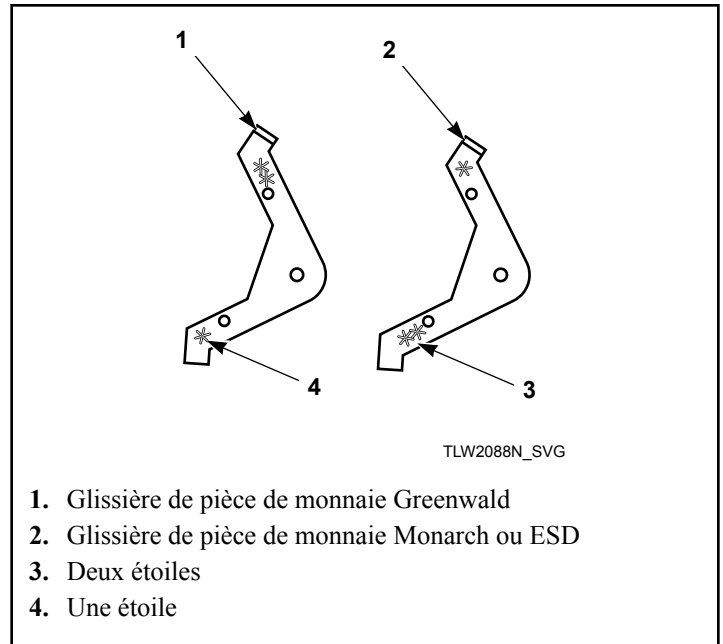

Figure 24
2. Pour installer une glissière de pièce de monnaie Greenwald, placer le levier d'extension (à installer sur le support d'extension) avec le bras qui comporte une étoile faisant face vers le bas. Se reporter à *Figure 24*.
3. Pour installer une glissière de pièce de monnaie Monarch ou ESD, placer le levier avec le bras qui comporte deux étoiles faisant face vers le bas. Se reporter à *Figure 24*.